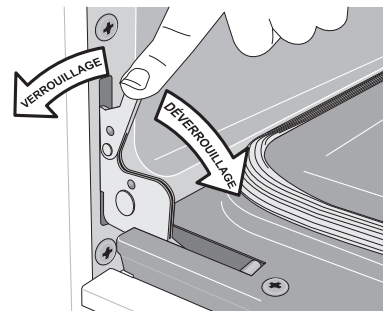

Figure 19 : Verrous des charnières de la porte
2. Abaissez complètement les verrous des charnières de gauche et de droite du cadre de la cuisinière vers la porte du four (voir figure 19). Vous pourriez avoir besoin d'un petit tournevis à tête plate.
4. Poussez les verrous des charnières de droite et de gauche vers le haut et dans le cadre du four jusqu'à ce qu'ils soient en position verrouillée (voir figure 19).